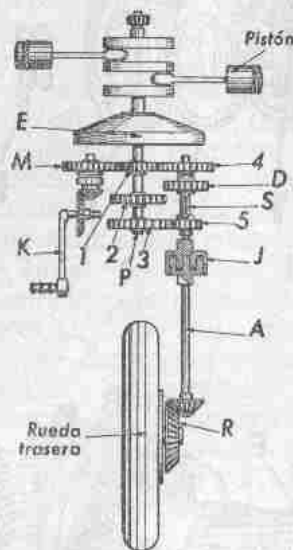

Fig. 277.—Cambio de tres velocidades y transmisión por cardan.
**Transmisión por cardan.**—Algunas motocicletas, especialmente las de motor con dos cilindros horizontales opuestos por la facilidad que proporciona el tener el cigüeñal en el sentido longitudinal de la *moto*, emplean (fig. 277) un árbol *A* (con junta cardan deslizante *J*) que transmite su rotación a la rueda mediante un piñón de ataque y corona *R* (par cónico). La figura representa el esquema del mecanismo completo con embrague de disco único o doble *E*, y caja de cambios de tres velocidades. El arrancador *K* tiene un engranaje cónico auxiliar que, por medio de la rueda dentada *M*, actúa sobre el primario; entre el par cónico de *K* y el piñón *M* puede apreciarse el dispositivo de acoplamiento con dientes de rampa. Los piñones 1 y 3 del primario *P* engranan constantemente con los piñones
locos 4 y 5 del secundario *S*. No hay más que un desplazable *D*: si engrana sus tetones de delante con los de 4, se tiene la primera; si engrana *D* con 2, la segunda; y cuando los tetones traseros de *D* enganchan con los de 5 se obtiene la tercera velocidad. Es de advertir que en muchas motocicletas la llamada «directa» o marcha más alta, no es, en realidad, directa, sino que hay una reducción de velocidad. (En la fig. 277 se ha alterado el tamaño relativo de los piñones para mayor claridad del dibujo.)
Dos ejemplos bien conocidos se insertan en las figuras 281 (motos BMW, con una sola cardan *D*, teniendo el árbol *E* un flector por su otro extremo, como en *f* de la fig. 277) y en la 282 (Zündapp, con dos uniones cardan *E* y *F*). Las leyendas de ambas explican la constitución y funcionamiento de este dispositivo.